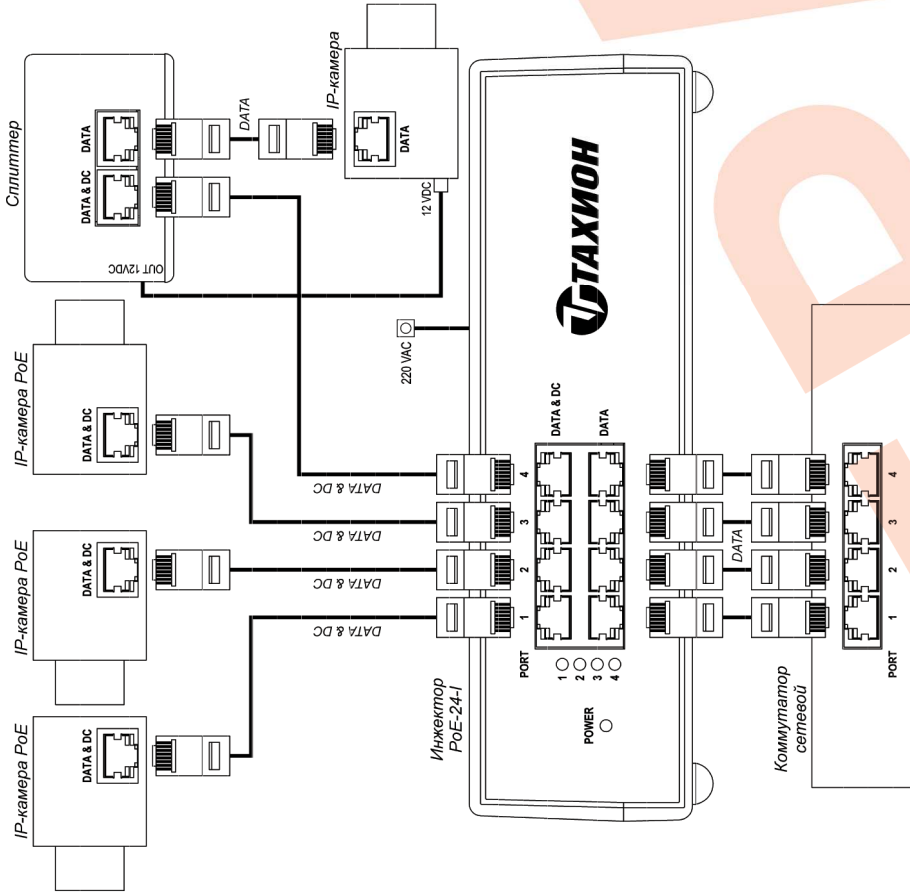

Рис.2 Пример подключения инжектора PoE-24-I
1. Подключите к разъемам «Data» портов инжектора PoE-24-I 4-х парным сетевым кабелем UTP категории не хуже 5е порты коммутатора (switch) без встроенной функции PoE (см. рис.2).